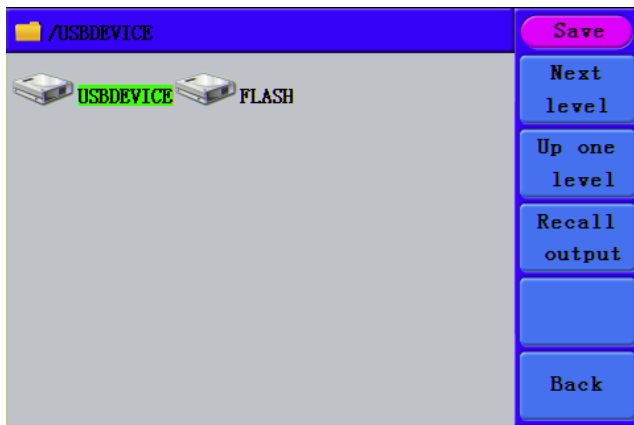

Рисунок 5.47. Выбор устройства памяти
1) Вход в рабочее меню: Нажмите кнопку → **Editable Wform** → **SelectWform**, чтобы перейти к следующему интерфейсу (рисунок 5.47).